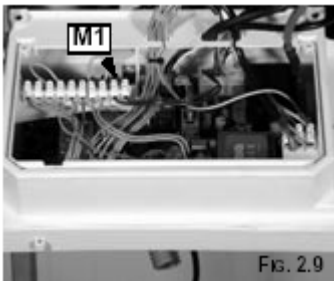

Рис. 2.9
2. Проткнуть изолирующую втулку 'M1' (Рис. 2.9) и проложить через нее провода от аксессуаров к клеммам подключения на контактной группе.